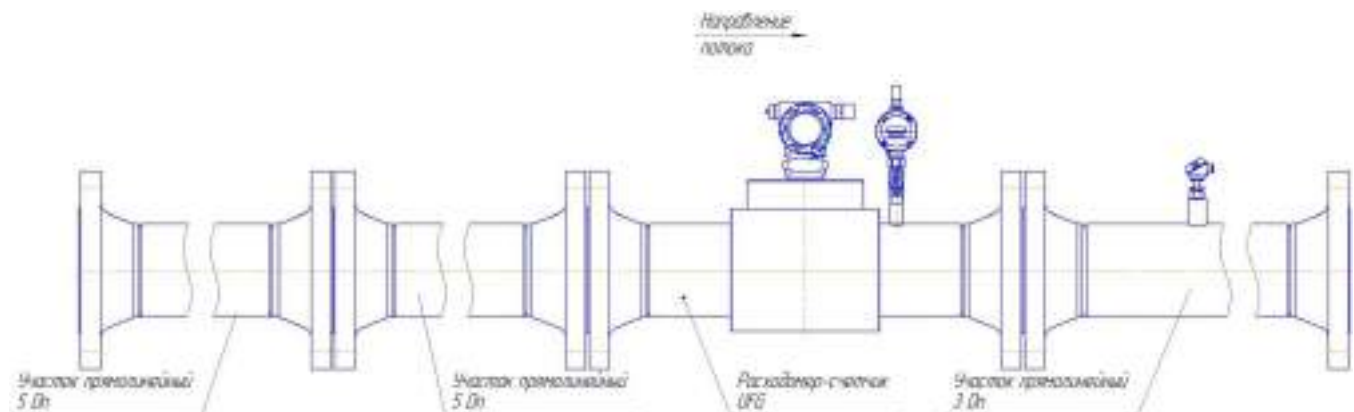

**Рисунок 2.16 – Пример составного прямолинейного участка длиной 10D**
2.5.6 Прямолинейные участки ИТ могут быть изготовлены из одной или нескольких секций, в соответствии с пп. 2.5.1, 2.5.2, 2.5.3. Пример составного прямолинейного участка длиной 10D (Рисунок 2.16).